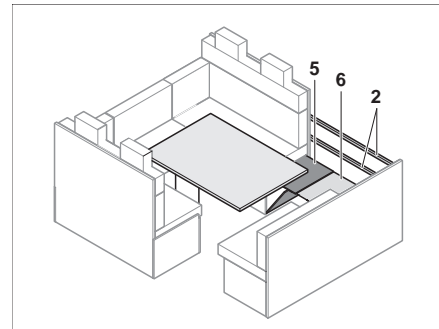

Bild 119 Lehnenverlängerung anbringen
- Lehnenverlängerungen (Bild 119,2) anbringen.